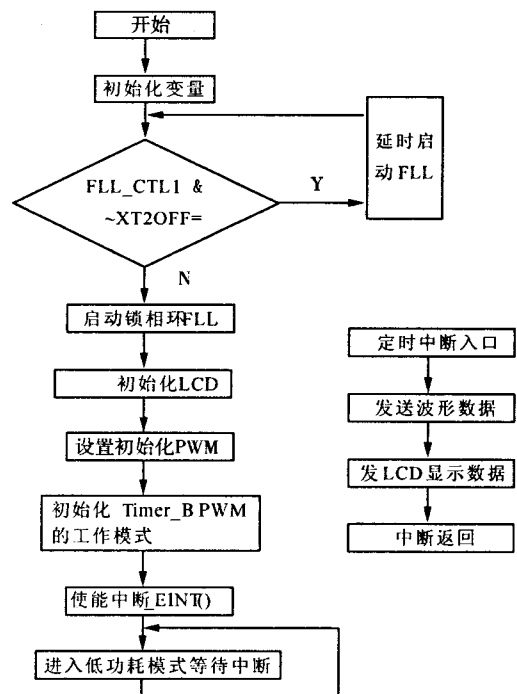

图 5 MSP430F449 单片机系统电路
(3) MSP430F449 单片机系统电路结构如图 5 所示,时钟电路、复位电路和 4.5 V 电池电源保证 MSP430F449 工作在 8 MHz 主频下,三个拨码盘输入波形频率值, LCD 显示该频率。